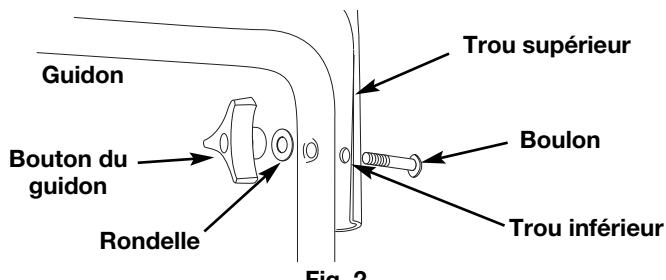

Fig. 2
- Vous pouvez ajuster la hauteur des poignées en retirant les boutons et les boulons de fixation et en les replaçant dans les trous supérieurs ou inférieurs du guidon (Fig. 2).